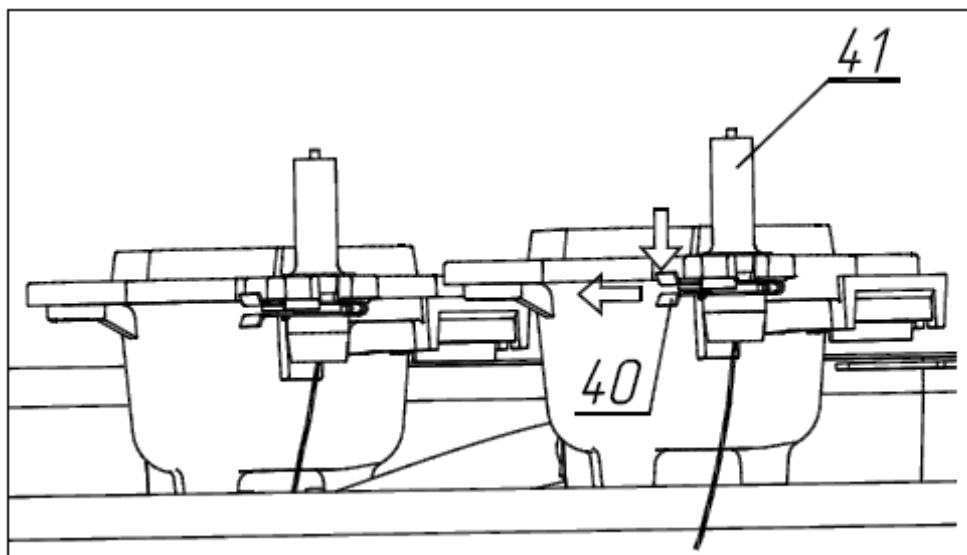

Рисунок 13 - Замена свечей розжига
- нажать на верхний язычок защёлки (40) и вытянуть её из паза свечи (41) (см. рис. 13);